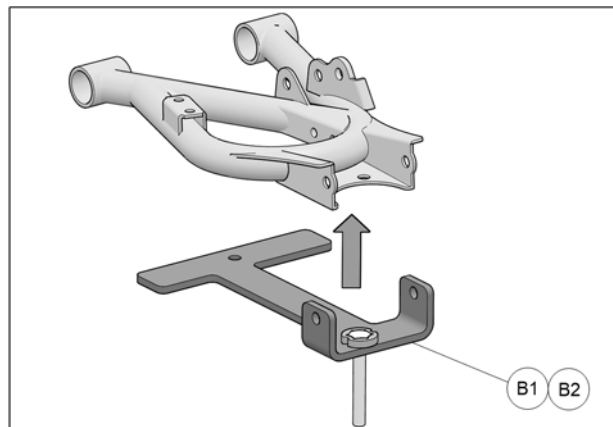

Fig. 7
6. Placer l'ancrage de suspension (**B1-B2**) sous le bras de suspension. Voir la Fig. 7